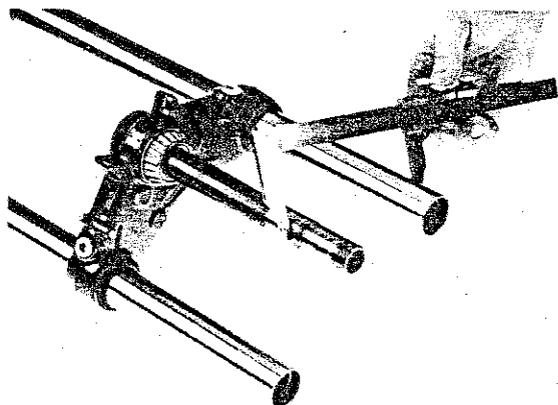

Fig. 215
3) Check the misalignment between steering head pivot and stanchions (to be carried out after the inspections already described). With a vernier caliper, check that the distance between the pivot and each stanchion is the same (Fig. 215).
Servendosi di un calibro a corsoio, controllare che per ogni punto del perno di sterzo le due distanze di quest'ultimo da uno stelo all'altro siano uguali fra loro (Fig. 215).